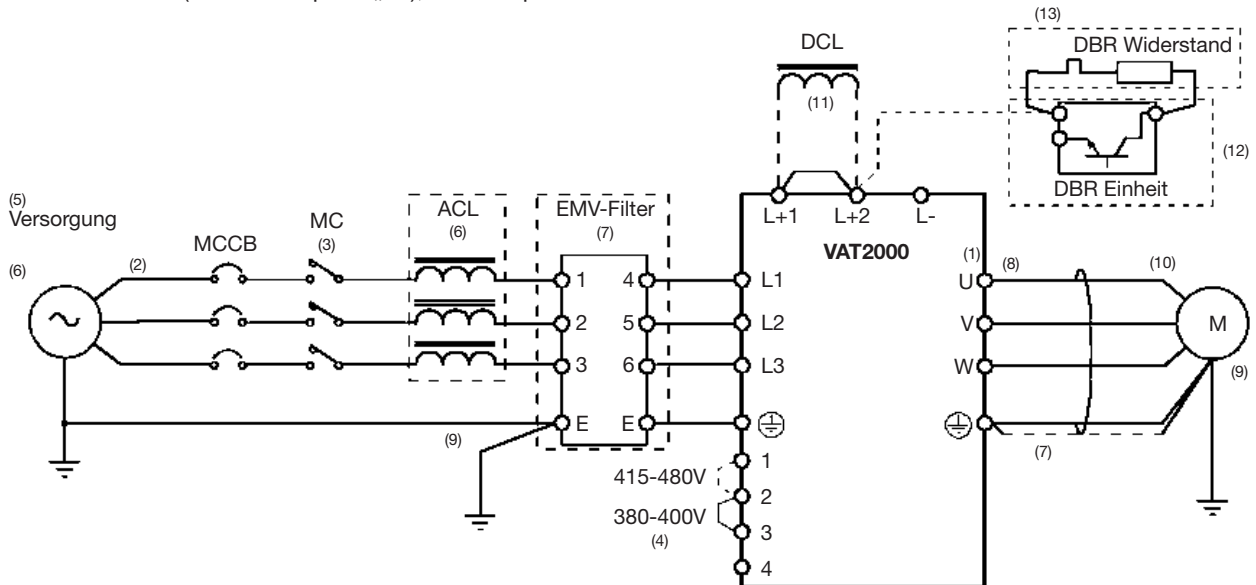

Abb. 2.4 Beispiel für den Anschluss des Hauptstromkreises
Beachten Sie Abb. 2-4 und nehmen Sie die Verkabelung der Hauptstromkreise für Stromversorgung, Motor, etc. an.
Verwenden Sie für die Verkabelung des Hauptstromkreises (Abb. 2-4) die in Tabelle 2-1 empfohlenen Kabel und beachten Sie den Kabelquerschnitt, den Kabelschuh und das Anzugsdrehmoment. Das laut Tabelle 2-1 geeignete Kabel gilt für Nennleistungen mit konstantem Drehmoment; bei variablem Drehmoment wählen Sie das Kabel für die nächsthöhere Nennleistung in der Spalte rechts daneben.
**(12) DBR-Einheit**
Zum Anschließen der optionalen DBR-Einheit (dynamischer Bremswiderstand) folgen Sie Abb. 2-4 (2) und verbinden Sie L+2 und L- bei den Ausführungen 011L, 011H und höher.